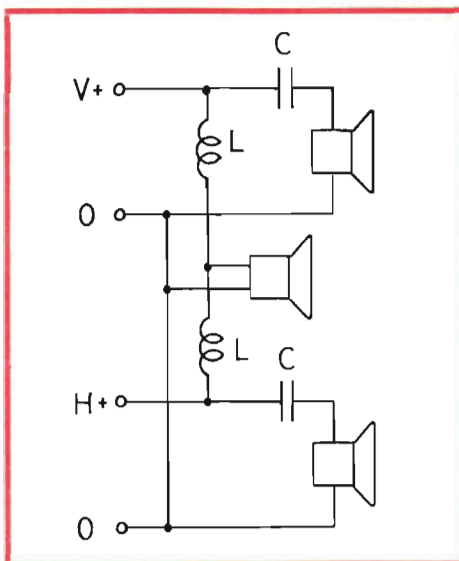
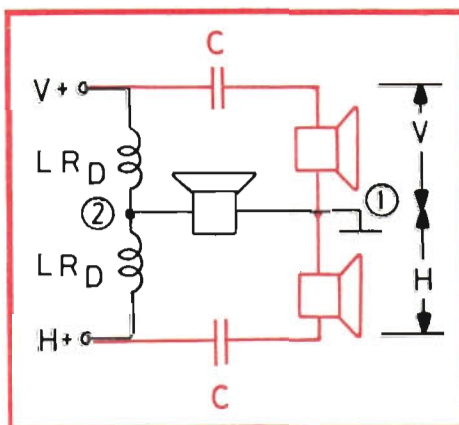
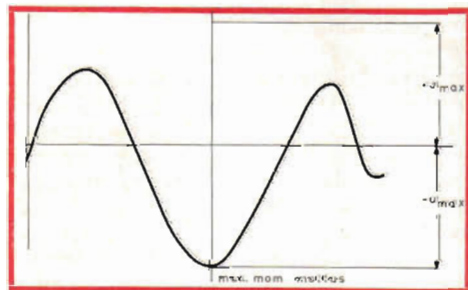

Fig 2.
Fig 3.
Fig 4.
Fig 2 visar samma filter, så som det brukar ritas. Ännu överskådligare blir det i fig 3, där svart är "bas". Här är uppenbarligen V+ och H+ sammankopplade med de båda drosslarna.
1) Ena kanalen max positiv signal (momentant) samtidigt som den andra har max negativ (fig 4). ② i fig 3 blir då momentant noll-punkt och ingen signal går genom bashögtalaren. De båda förstärkanalerna känner var för sig vid låga frekvenser belastningen  $R_D$ .